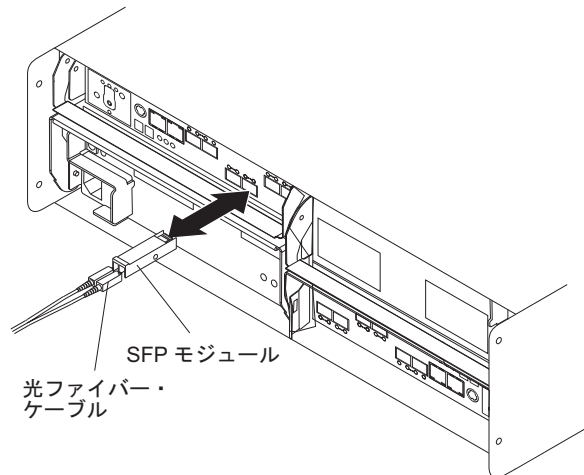

図 26. サポートされる DS5020 ストレージ・サブシステムにおける、SFP モジュールと LC-LC ケーブルの取り付け
2. 図 26 に示すように、LC-LC 光ファイバー・ケーブルを SFP モジュールに接続します。
注: 図 26 は、DS5020 ストレージ・サブシステムを表しています。この DS5020 ストレージ・サブシステムは、解説目的としてのみ示されています。